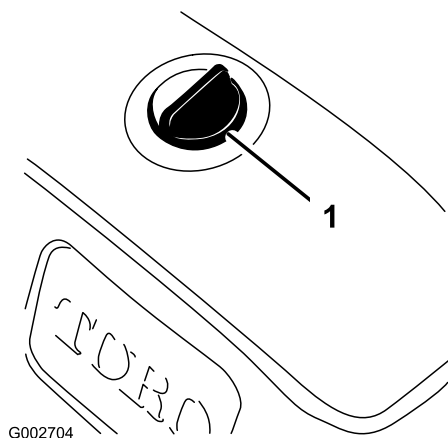

Figura 15
1. Pulite attorno al tappo del serbatoio dell'olio idraulico per impedire l'ingresso di corpi estranei nel serbatoio (Figura 15).